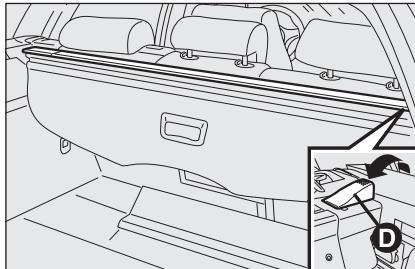

fig. 19
ADVERTENCIA Para quitar la cortinilla enróllela y controle que también la red de separación del habitáculo (donde esté prevista) esté enrollada (consulte el apartado siguiente), luego, mueva hacia arriba la palanca **D-fig. 19**. Levante y saque la cortinilla del maletero.
- manteniendo la palanca **D-fig. 19** levantada introduzca la cortinilla en su alojamiento del lado derecho;